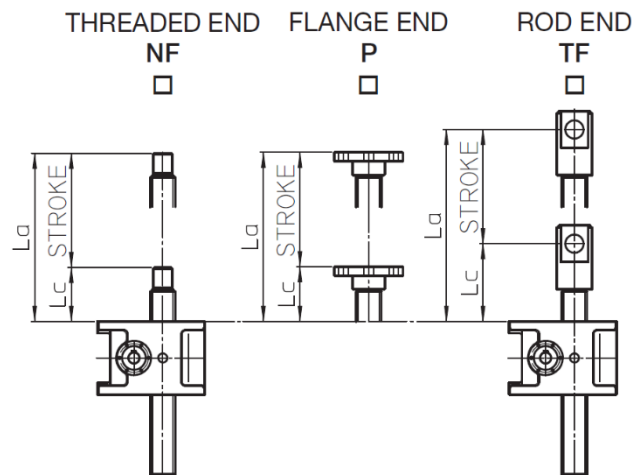

Abbildung 6.12 – Maße „Lc“ und „La“
- Überprüfen Sie, ob die äußersten Maße „Lc“ und „La“ des Kugelgewinde-Hubgetriebes (siehe Abb. 6.12) mit den äußersten Maßen der Anlagenkomponente übereinstimmen, die bewegt werden soll.